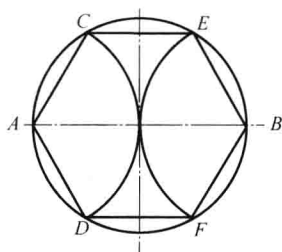

图 1-2 正六边形画法
(1) 六等分圆周 如图 1-2 所示, 分别以 A 、 B 两点为圆心, 以已知圆的半径为半径画弧, 与已知圆交于 C 、 D 、 E 、 F ——六等分完成 (图中还画出了圆的内接正六边形)。